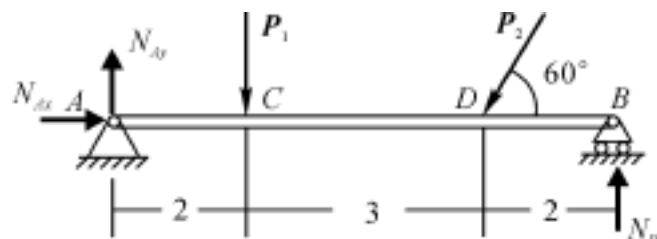

图 1.11
1. 梁 AB 上受两个力的作用, $P_1 = P_2 = 20$ kN, 图 1.11 中长度单位为 m, 不计梁的自支座 A, B 的反力。求 N_{Ax}, N_{Ay} 及 N_B 的大小。